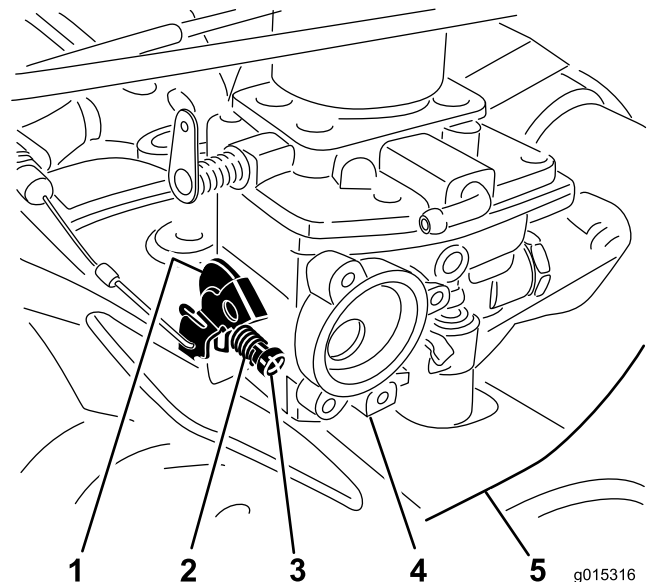

Bild 6
10. Bringen Sie die Leerlaufschraube und Feder am Vergaser am Gasbedienungshebel an, wie in Bild 6 dargestellt.